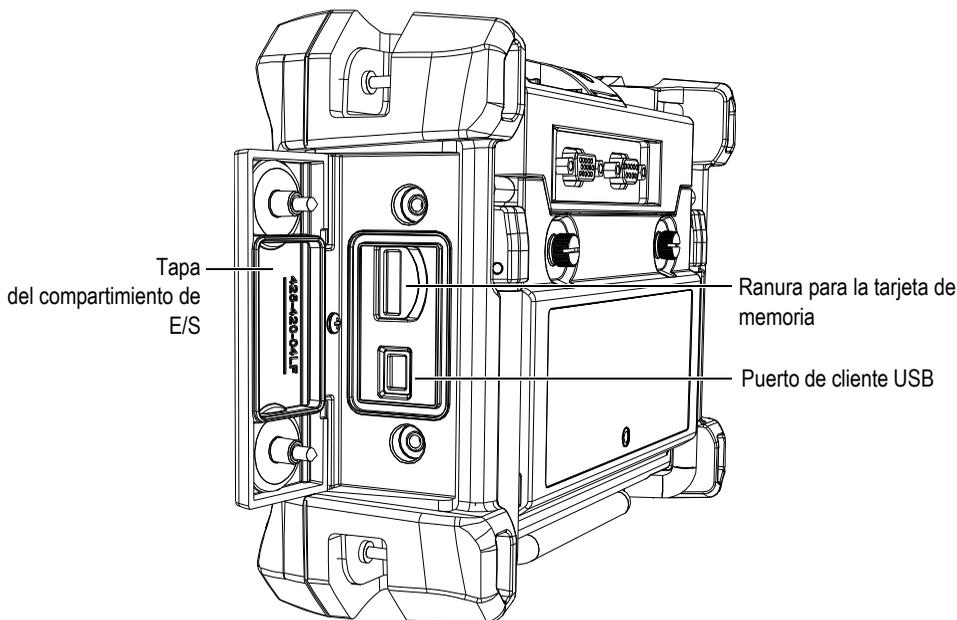

Figura 8-5 Puertos receptores detrás de la tapa del compartimento de E/S
1. Asegúrese de que la tarjeta de memoria microSD esté dentro de la ranura que se encuentra bajo la tapa del compartimento de E/S (parte lateral derecha) del Magna-Mike 8600. Ver la Figura 8-5 en la página 163.
1. Asegúrese de que la tarjeta de memoria microSD esté dentro de la ranura que se encuentra bajo la puerta del compartimiento de E/S (parte lateral derecha) del Magna-Mike 8600. Ver la Figura 8-5 en la página 163.